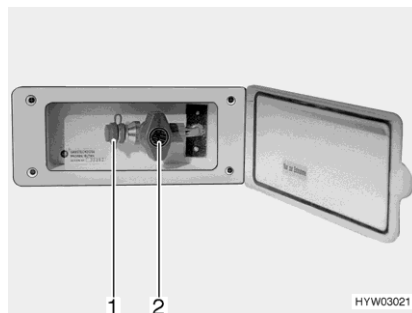

Fig. 100 Raccordement externe de gaz (robinet d'arrêt de gaz fermé)
- Raccorder l'appareil à gaz externe sur le raccord (Fig. 100,1).
- Ouvrir le robinet d'arrêt de gaz (Fig. 100,2).